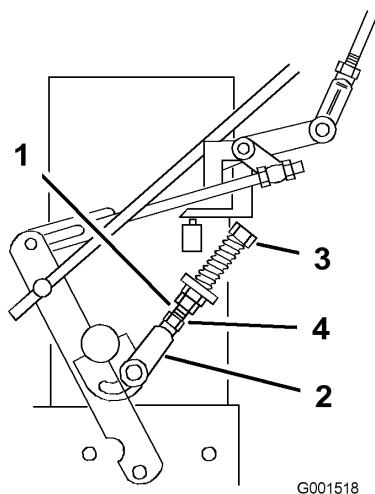

Figure 36
9. Si la roue tourne quand le levier de déplacement est maintenu au point mort, il faut régler les timoneries de commande du point mort (Figure 36). Si la roue s'arrête, passez à l'étape 12.
10. Desserrez l'écrou contre la chape de timonerie de commande de point mort (Figure 36).
11. Ajustez la timonerie de commande du point mort jusqu'à ce que la roue motrice correspondante s'arrête quand le levier de commande est tiré contre le ressort de point mort (position point mort) (Figure 36).
12. Tournez le boulon de réglage de 1/4 de tour approximativement dans le sens horaire si la roue tourne en arrière ou de 1/4 de tour approximativement dans le sens anti-horaire si la roue tourne en avant (Figure 36).